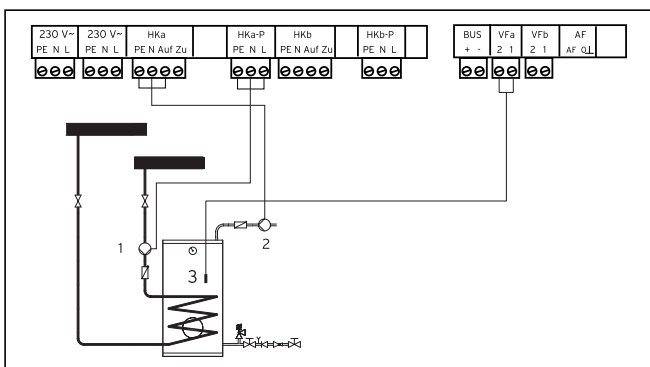

Рис. 4.2 Подключение смесительного контура в качестве контура заполнения накопителя
- Выполните соединительную электропроводку согласно рис. 4.2.
Пояснение к рис. 4.2: